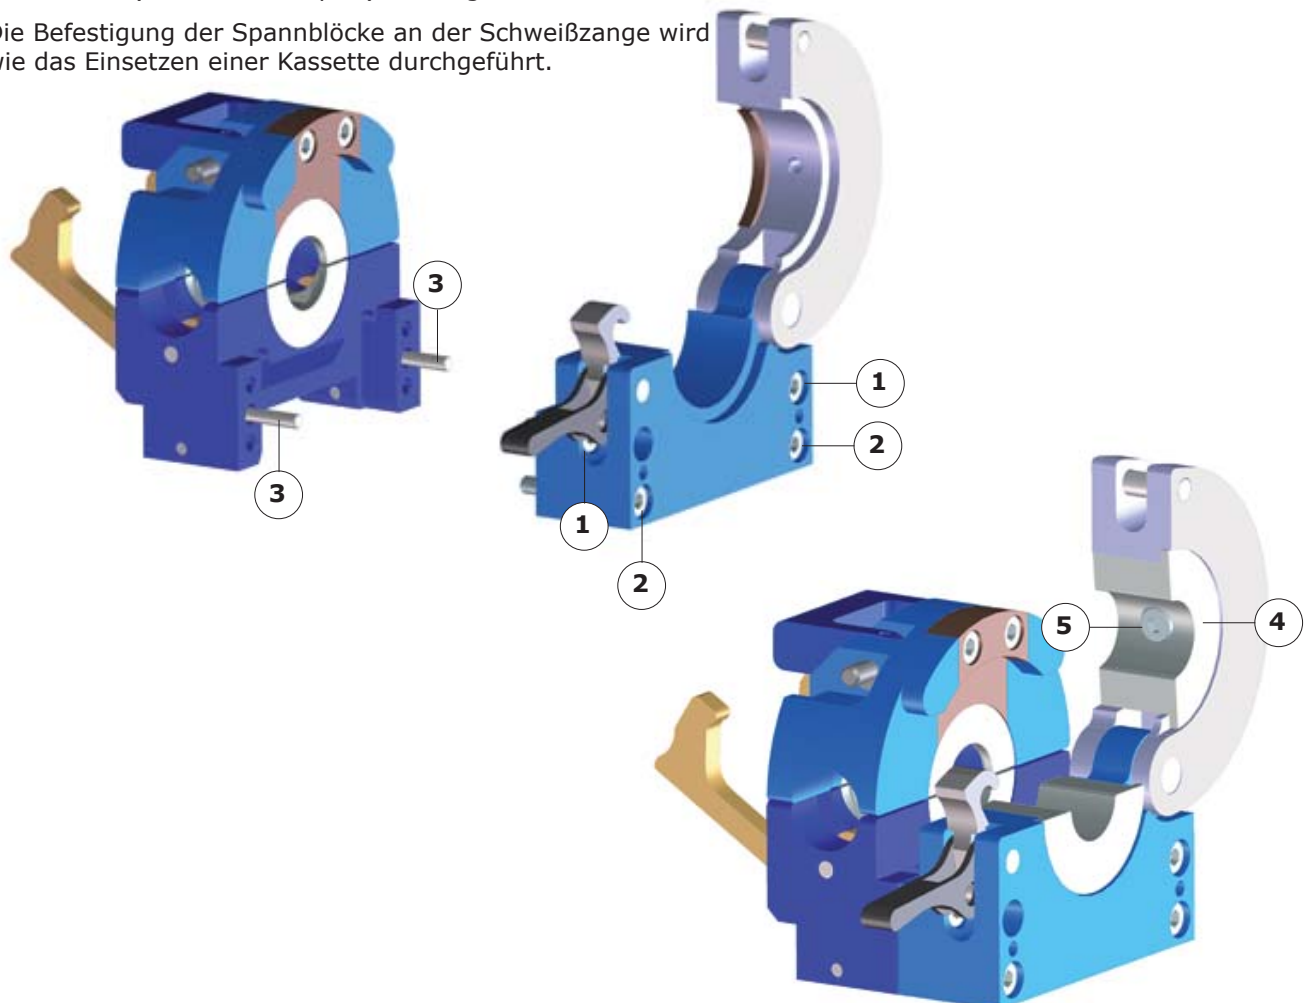

Abb. 5.11 - Einsetzen eines Spannblocks
- Die Blöcke mit Hilfe der Schrauben (Abb. 5.11 - Index 1 und 2) montieren, dabei müssen die beiden Stifte (Abb. 5.11 - Index 3) von den zugehörigen Bohrungen aufgenommen werden
- Die entsprechenden Spannschalen (Abb. 5.11 - Index 4) einsetzen und mit den Schrauben (Abb. 5.11 - Rep .5) befestigen.